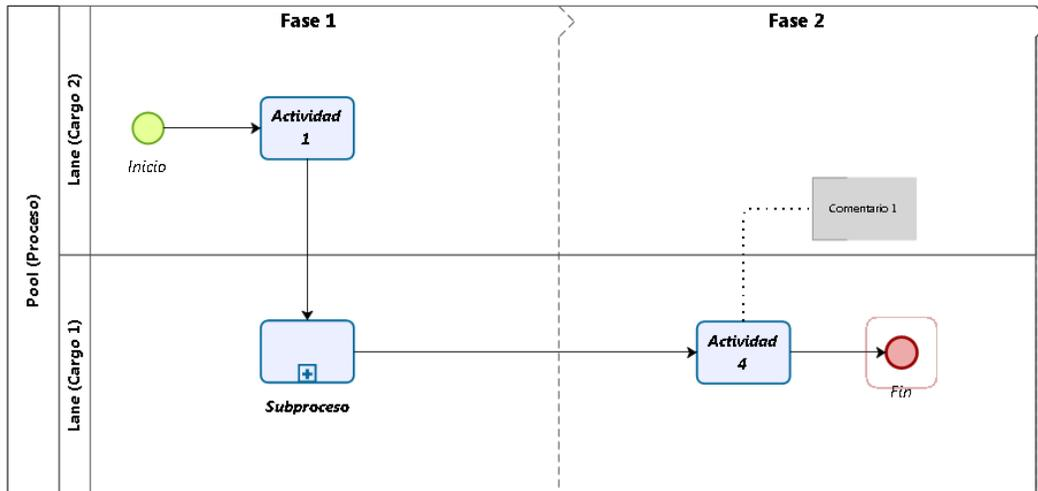

Figura 1.5
- Comentarios: Se relaciona por medio del objeto de flujo simple o línea interpunteada y solo deben utilizarse para agregar valor a la información del diagrama de flujo. Ver Figura 1.5. Ver *BPMN 2.0 Manual de Referencia y Guía Práctica de Jakob Freund, Bernd Rucker, Bernhard Hitpass, numeral 2.11.1.*